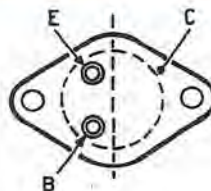

Fig. 1/B Attenzione a non confondere i terminali E-B dei transistor 2N3055, perché l'oscillatore funzionerebbe ugualmente ma senza erogare potenza.
In fig. 1 è visibile lo schema elettrico del generatore di alta tensione. Si può notare che i transistor necessari per la costruzione di questo circuito sono soltanto tre; tutti NPN al silicio.
- Fig. 1
come già abbiamo spiegato sul n. 15 della nostra rivista, ai transistor 2N3055, i quali hanno un fattore di amplificazione alquanto elevato. In questi casi è indispensabile limitare la corrente di assorbimento, in modo che si mantenga sugli 1-1,2 amper. Quindi, a tutti quei lettori che riscontrassero un assorbimento superiore ai due amper a vuoto, noi consigliamo di inserire in serie alle basi dei transistor 2N3055, come visibile in fig. 1, due resistenze limitatrici da 10 ohm 3 watt. Il valore di queste resistenze potrà essere aumentato, a seconda dei casi, e portato anche a 15-22-33 ohm, ma non dovrà mai superare i 100 ohm. Comunque il lettore potrà constatare che sarà sufficiente il valore da noi indicato di 10-22 ohm 3 watt, per far scendere subito l'assorbimento da 6 a 1,5 amper. Così facendo, constaterà pure che la tensione sul secondario aumenterà notevolmente, cioè dai 240 volt ora presenti salirà subito a 500.
Poiché aumentando la velocità aumenta anche l'assorbimento, è ovvio che i transistor non potranno sopportare questo eccesso di assorbimento e perciò si bruceranno. Per eliminare tale inconveniente, Lei dovrà semplicemente applicare in serie alle basi dei transistor, come visibile in fig. 1, due resistenze da 10 ohm 3 watt oppure 22 ohm 3 watt.